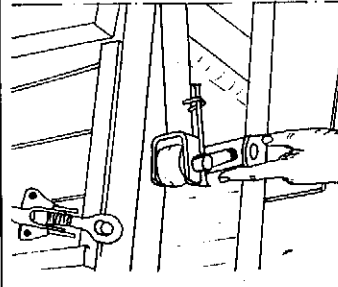
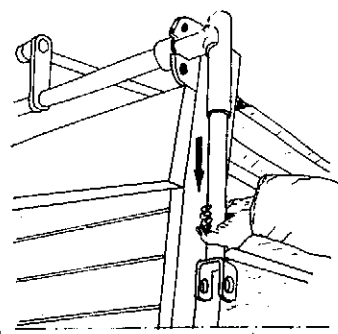

Abb. 16
Abb. 17
38. Um das Streuwerk abzubauen, wird zunächst die in Abb. 4 gezeigte Gelenkwelle abgenommen. Hiernach ist der Steckbolzen (Abb. 16) zu lösen. Die senkrechte Welle (Abb. 17) soll nach dem Abbau des Streuwerkes herausgenommen werden, damit keine überstehenden Teile am Wagen verbleiben. **Achtung:** Die senkrechte Welle (Abb. 17) muß beim Einstecken durch Drehen um 180° gesichert werden. Ist diese Welle nicht richtig gesichert, kann ein gefährlicher Bruch am Streuwerk auftreten.
38) In order to take down the spreader, the cardan shaft depicted in Fig. 4 is first removed. After that, the cotter (Fig. 16) must be loosened. Once the spreader has been taken down, the vertical shaft (Fig. 17) should be withdrawn so that there are no projecting parts left on the vehicle. **Note:** The vertical shaft must be secured (Fig. 17) through 180 degrees. If this shaft is not properly secured, severe damage can be caused to the spreader unit.
38. Pour déposer le dispositif épandeur, déposer en premier lieu l'arbre de transmission représenté sur la figure 4. Ensuite, dégrafer la broche (Fig. 16). Après dépose de l'épandeur, sortir l'arbre vertical (Fig. 17) afin qu'aucun organe ne dépasse du véhicule. **Attention!** Lors de la mise en place de l'arbre vertical (Fig. 17), celui-ci doit être arrêté par une rotation de 180°. Si l'arbre n'est pas correctement arrêté, des avaries graves peuvent se produire sur l'épandeur.
38. Per smontare il distributore eaccare innanzitutto l'albero di trasmissione. Successivamente, estrarre l'albero verticale (Fig. 17) in modo che non sporga dal veicolo. **Attenzione!** L'albero verticale deve essere fissato in sede di montaggio mediante una rotazione di 180°. Se quest'albero non è fissato bene si possono avere gravi guasti del distributore.
38. Om de strooier af te koppelen wordt eerst de in figuur 4 aangegeven tussenas weggenomen. Hierna nas de strooier af te koppelen wordt de pen (fig. 16) losgemaakt. De vertikale as (fig. 17) moet na afkoppeling van de strooier weggenomen worden zodat geen uitsteekende stukken aan de wagen blijven.